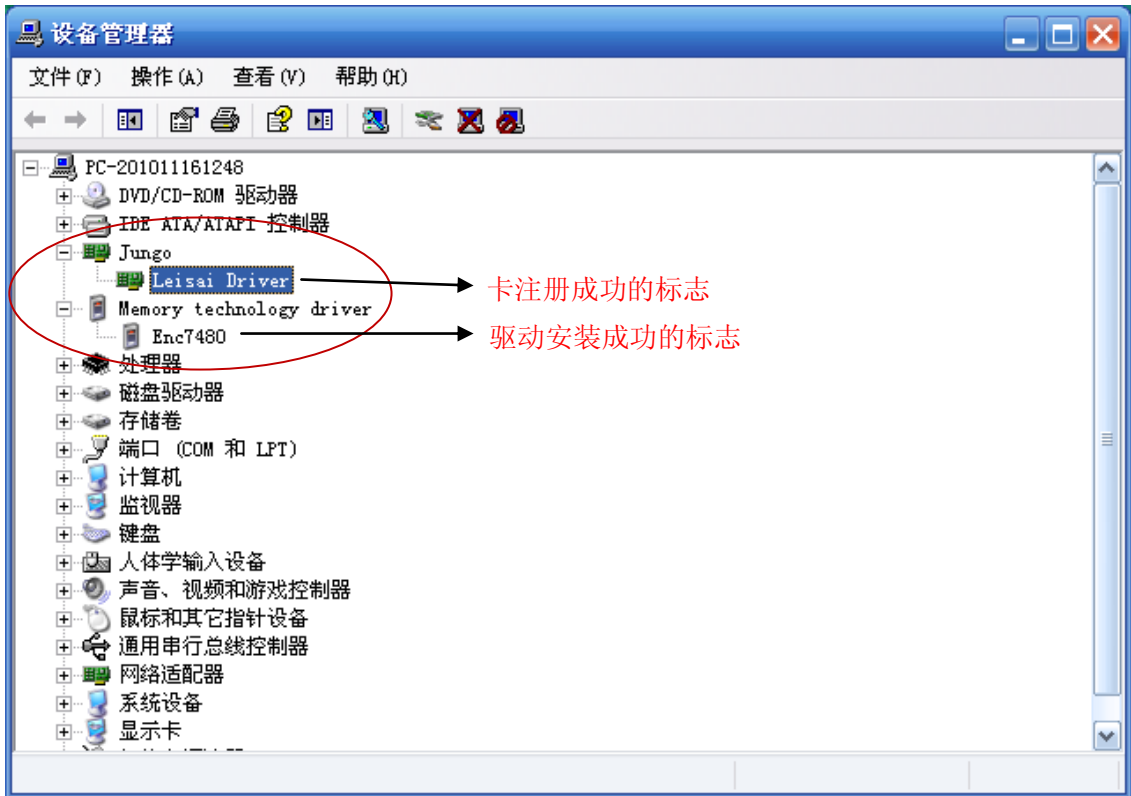

图2-7 安装ENC7480卡驱动成功的标志
**注意 1:** ENC7480 卡装好驱动后，打开设备管理器，会显示注册好卡的标志和驱动装好的标志，如图 2-7 所示。必须要有这两个标志，否则找不到卡。